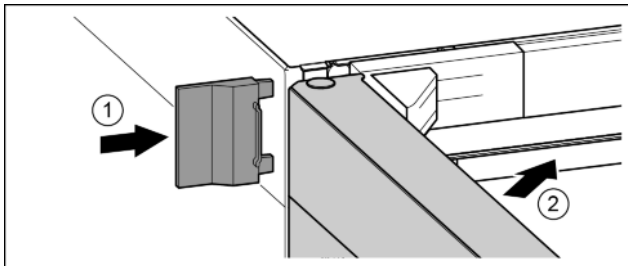

Fig. 23
- ▶ Nasuňte vonkajší kryt. Fig. 23 (1)
- ▶ Zatvorte vrchné dvere. Fig. 23 (2)